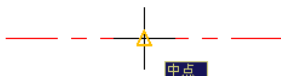

图 17.2.4 捕捉“中心”
③ 在状态栏中将 **极轴追踪**、**对象捕捉** 和 **对象捕捉追踪** 按钮显亮，以打开极轴、对象捕捉和对象追踪模式。
④ 选择下拉菜单 **绘图(D)** → **直线(L)** 命令，捕捉到水平中心线的“中点”后（图 17.2.4），将光标向中心线上方缓慢移动，并在捕捉到极轴时输入数值 80.0，然后按下 Enter 键，此时已选取直线的的第一点；在命令行提示 **指定下一点或 [放弃(U)]:** 时，将光标沿竖直方向向下移动，在捕捉到极轴时输入数值 160，然后按两次 Enter 键。